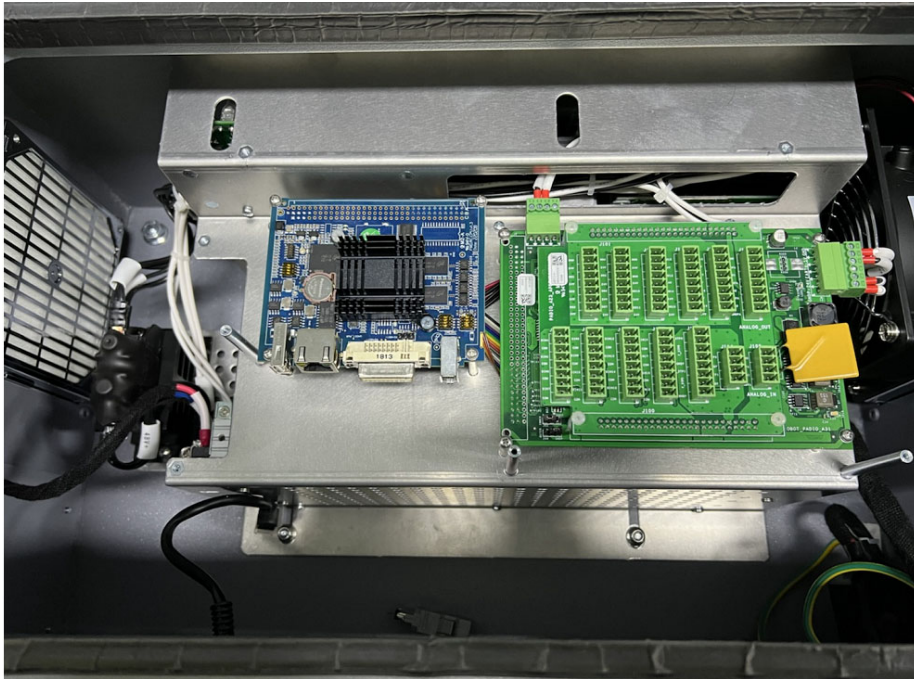

图 3-28：接口插座、通讯连接器、螺钉及网线位置
1. 关闭控制箱并断开电源线，打开控制箱机柜，将控制箱躺平，按照如下顺序依次拆卸，如图 3-28 所示；